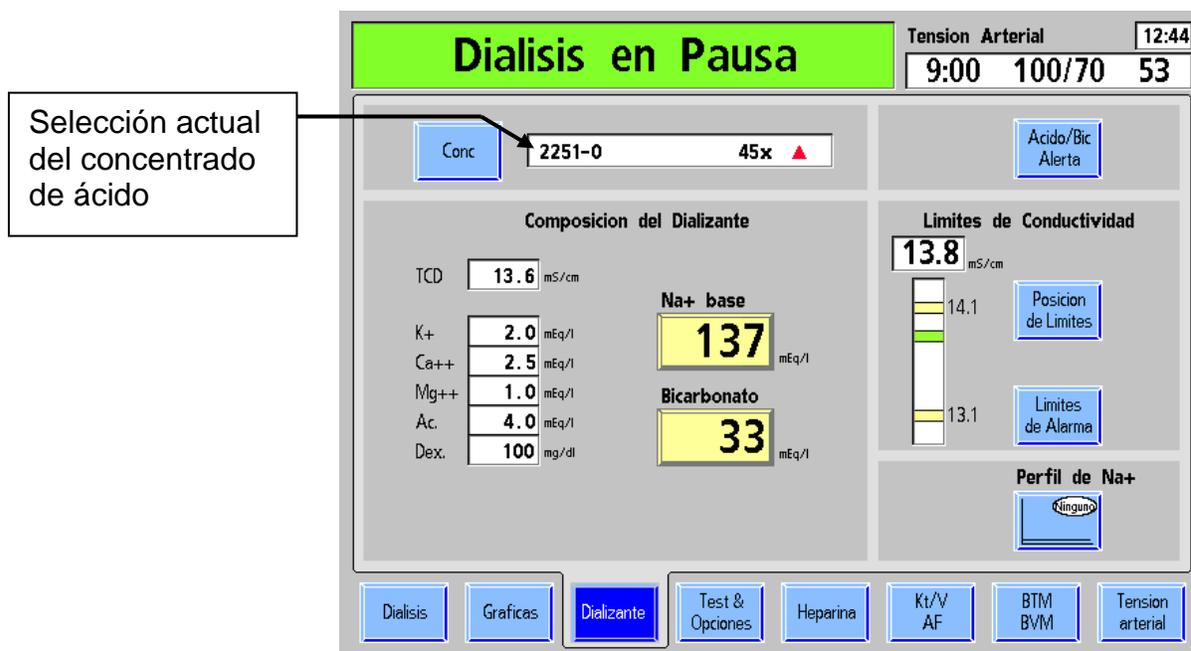

Figura 20 – Pantalla “Dializante”
3. Si se está preparando la máquina para la diálisis normal, seleccione en la pantalla de visualización el botón **Diálisis** presionando el círculo con la flecha hacia la derecha en el panel táctil de navegación hasta que el botón **Diálisis** quede seleccionado (azul oscuro), y luego presione la tecla **CONFIRM**. La pantalla “Dializante” aparecerá en el monitor (vea Figura 20). Si la máquina se está preparando para el tratamiento de diálisis sostenida de baja eficiencia (DSBE), seleccione el botón **DSBE**. Para más información sobre la DSBE, consulte la sección DSBE en el Apéndice A.